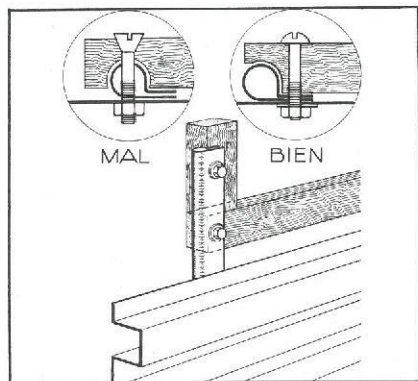

Fig. 24 - Principes de fixation des bâtis en bois
- Il est en outre possible d'installer, sans difficulté, des étagères, cloisons, rayonnages... mais en respectant certains principes tels que de toujours fixer les bâtis en bois sur le méplat, et non la partie cylindrique, de l'armature (v. Fig. 24 et 24 bis).
Fig. 24 bis - Principes de fixation des bâtis en bois